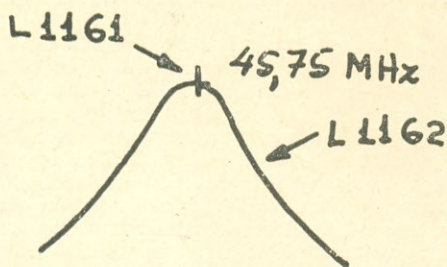

FIG. 1
- 4— Ajuste L1162 (secundário) para se obter uma curva igual à da Fig. 1.
- 5— Ajuste L1161 (primário) para o máximo em 45,75 MHz, observando também a Fig. 1.